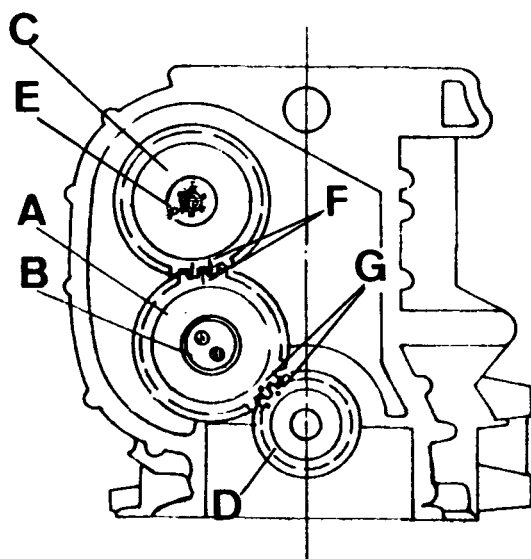

Fig. A1-87 Desmontaje de los engranajes de la distribución
- 1.12. Desmontar el engranaje de enlace, A (Fig. A1-87), el eje, B, y la arandela de suplemento que vá colocada detrás del engranaje.
- 1.13. Desmontar el engranaje, C (Fig. A1-87) del árbol de levas, haciendo uso del útil 193751.
- 2.2. Introducir el engranaje del cigueñal, D (Fig. A1-87) alineando chavetas con chavetero, de forma que los dientes marcados con un granetazo, queden hacia el exterior del motor y a la izquierda del operario que lo está montando. El engranaje se calará hasta el fondo de su alojamiento, empleando una maza de plástico.
- 2.3. Montar el engranaje del árbol de levas, C (Fig. A1-87) alineando la chaveta del árbol con el chavetero marcado con "P" del engranaje, E (Fig. A1-87). El engranaje deberá calarse hasta el fondo empleando una maza de plástico, teniendo la precaución de sujetar con firmeza el árbol de levas, para evitar que éste se desplace hacia adentro, al calar dicho engranaje, operación que podrá realizarse a través de uno de los registros laterales del bloque.
- 2.5. Instalar el eje, B (Fig. A1-87) del engranaje de enlace, sujetándolo con sus dos tornillos en forma provisional. Instalar la arandela de suplemento sobre el fondo del eje, debiendo quedar las acanaladuras de engrase hacia el exterior.
- 2.6. Montar el engranaje de enlace, A (Fig. A1-87) de forma que el diente marcado con una "raya", quede engranado con los dos dientes del engranaje del árbol de levas, marcados también con una "raya" (ver detalle, F, Fig. A1-87). El diente marcado con un granetazo, tendrá que quedar engranado, entre los dos dientes del engranaje del cigueñal, marcados también con un granetazo (ver - detalle, G, Fig. A1-87).